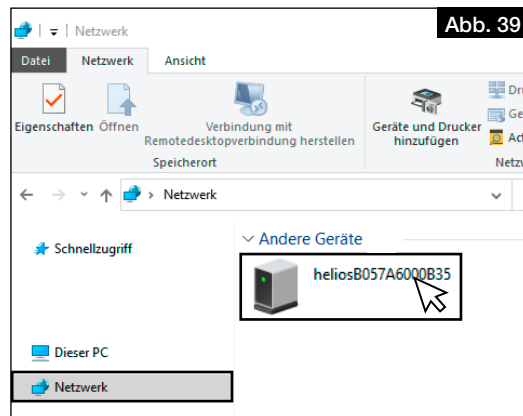

Abb. 39
2. Arbeitsplatz öffnen und auf Netzwerk klicken, vgl. Abb. 39.
3. Doppelklick auf das entsprechende Gerät, vgl. Abb. 39.